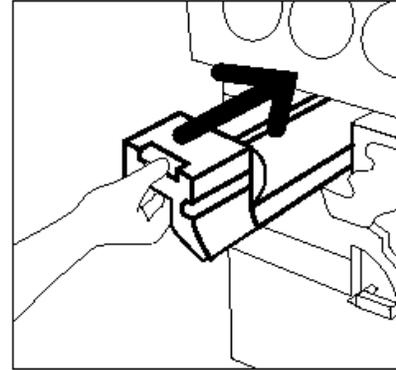

**Abb. 31: Schutzblatt von CopyBox entfernen**
- 6** Die Lasche des Schutzblatts anfassen und das Blatt langsam gegen den Uhrzeigersinn aus der CopyBox herausziehen (s. Abb. 31).